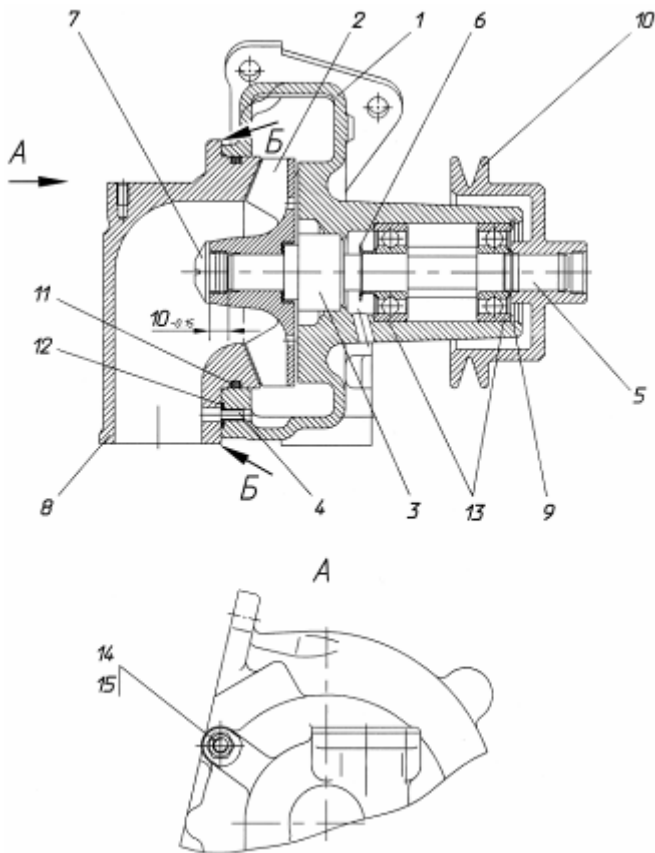

Рис. 88. Водяной насос:
- 5 Отвернуть гайки 14 (рис. 88) патрубка 8.
- 2 Напрессовать на вал 5 (рис. 88) подшипники 13 и водосбрасыватель 6. При этом необходимо:
- 9 Напрессовать крыльчатку 2 в сборе с манжетой и уплотнительной втулкой на вал 5 (рис. 88). При этом необходимо:
- установить крыльчатку ив валу в размер $10_{-0,15}$ мм (рис. 88) между торцом вала и торцом ступицы крыльчатки. Для этого необходимо при запрессовке установить на торец вала диск диаметром не более 13 мм и высотой $10_{-0,15}$ мм.